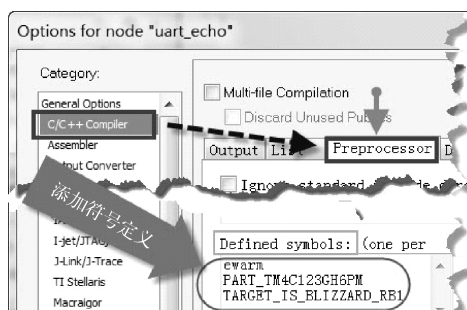

图 3-6 在创建与 UART 有关的工程 时需添加符号定义
5) 在自建 UART 类工程时, 需添加符号定义到 c/c++ Compiler 选项中, 如图 3-6 所示。